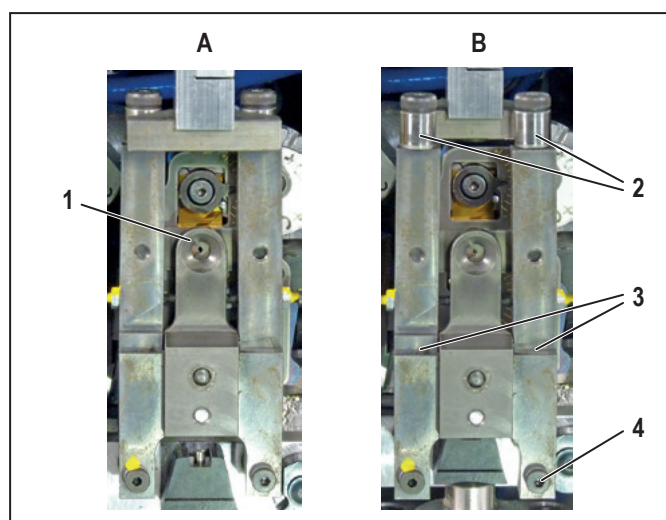

Bild 7.4 Montagehållare för flertrådig ledare i driftposition (A) och dragen framåt (B)
- Dra montagehållaren för flertrådig ledare framåt (bild 7.4, B).
- Kontrollera att valsarna (2) kan röra sig fritt. Smörj valsarnas rotationspunkter vid behov.
- Smörj rotationspunkterna (3) på montagehållaren för flertrådig ledare.
- Se till att montagehållaren för flertrådiga ledare är i frontläge (bild 7.4, B).
- Ta bort den nedre högra skruven på montagehållaren för ledare (bild 7.4, 4).